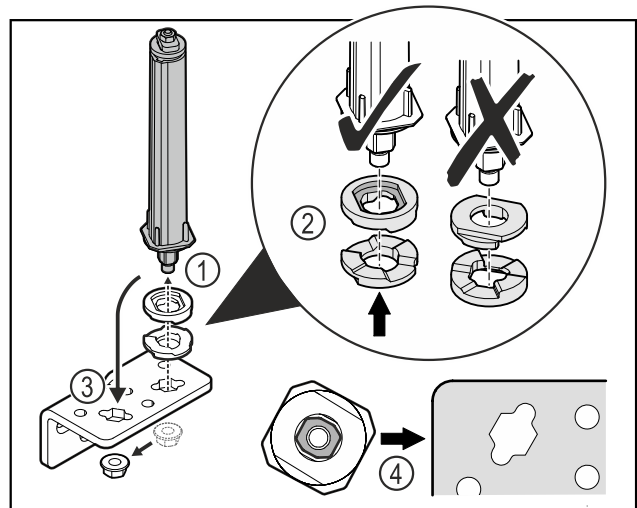

Fig. 34
- ▶ Mutter lösen und Türschließsystem entfernen Fig. 34 (1).
- ▶ Auf die korrekte Ausrichtung der Höhenverstellsscheiben achten Fig. 34 (2).
- ▶ Türschließsystem im Scharnierwinkel umsetzen und mit der Mutter fixieren Fig. 34 (3).
- ▶ Beim Einsetzen auf die korrekte Ausrichtung des Türschließsystems achten Fig. 34 (4).